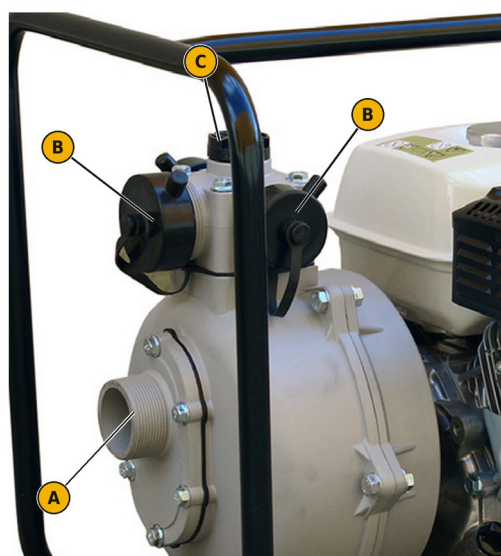

FIG. 4 — Cabeça da bomba: A, boca de aspiração; B, saídas de descarga; C, bujão de escorva
- 1) Enrosque à mão a união com espigão de 1½" na boca de aspiração (FIG. 4, A), verificando se a junta está colocada no seu alojamento.
- 1) Retire o bujão da saída ou saídas de descarga que vai utilizar (FIG. 4, B) e deixe as restantes fechadas com o respetivo bujão e junta.